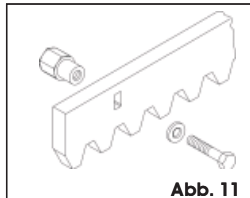

Abb. 11
5.4.1. ZAHNSTANGE AUS STAHL ZUM ANSCHWEISSEN (Abb. 11)